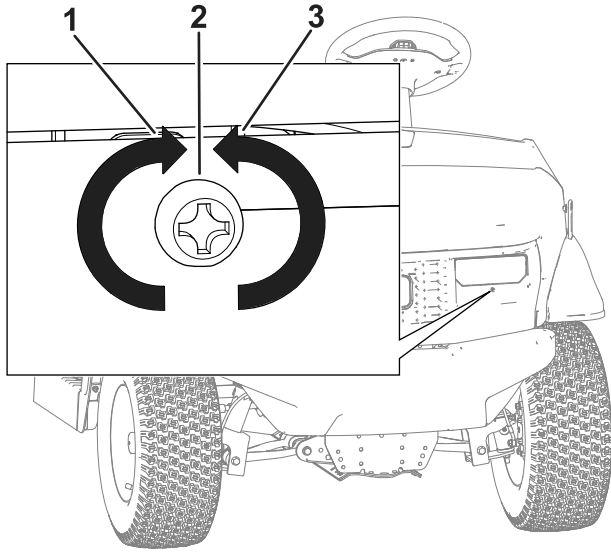

Figura 56
5. En la parte delantera del faro, gire el tornillo de ajuste para pivotar el conjunto y alinear la posición del haz de luz (Figura 56).